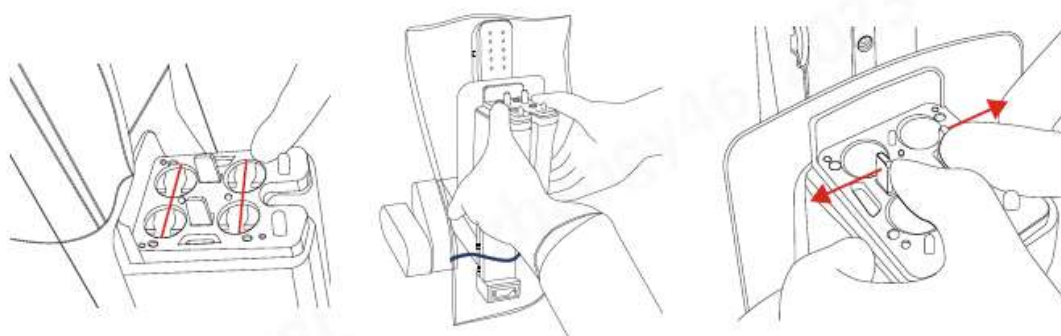

Рисунок 2.6. Установка изоляционной панели
D. Аккуратно переместите кнопку изоляционной панели наружу и осторожно потяните изоляционную панель, чтобы проверить правильность подключения изоляционной панели. (Рисунок 2.6)